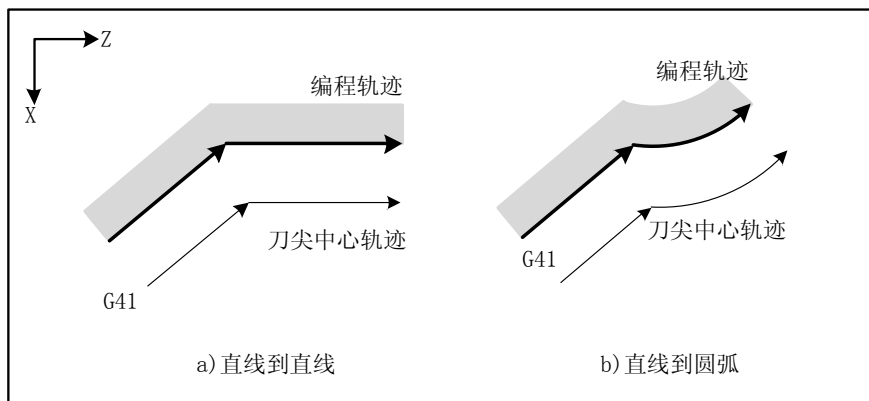
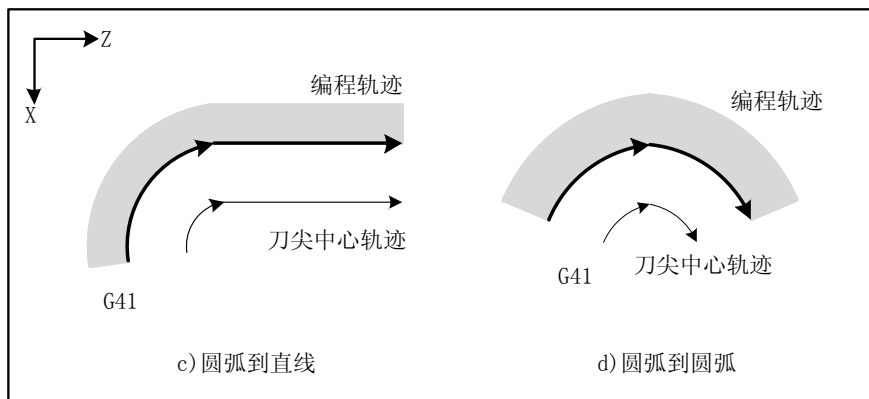

图 2.30
图 2.31
a) 夹角 $<180$ 时, 如图 2.30 和图 2.31